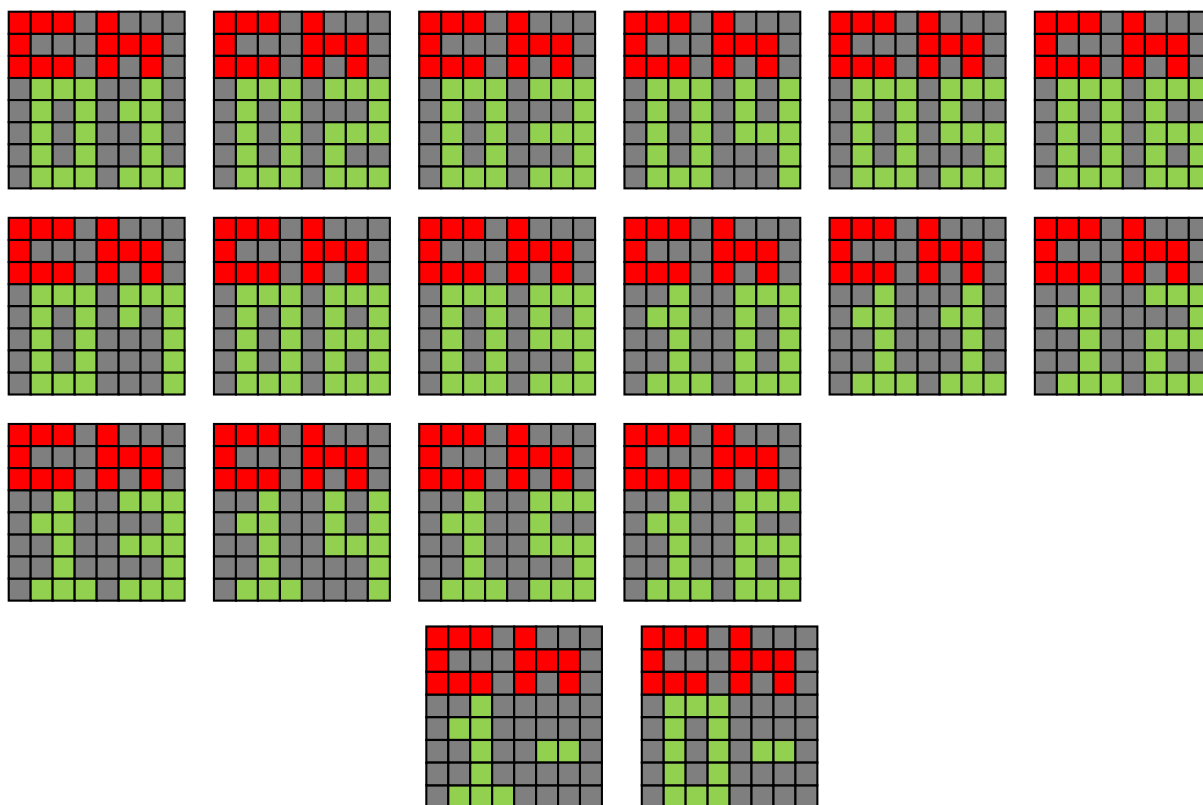

図 1-10 MIDI チャンネル表示一覧
- 表示対象チャンネル表示中のマトリクス LED 表示内容は図 1-10 のとおりです。（黒は消灯、赤と緑で点灯）